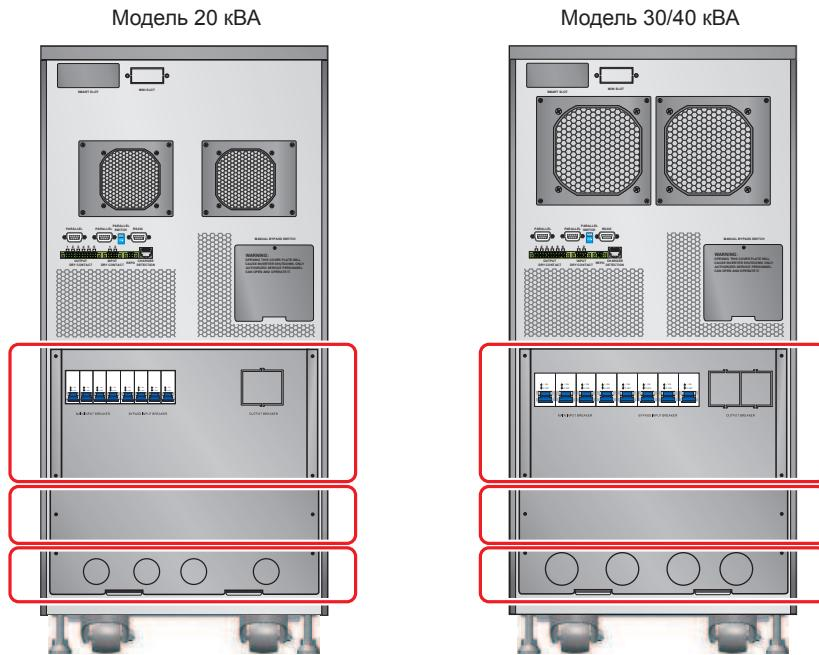
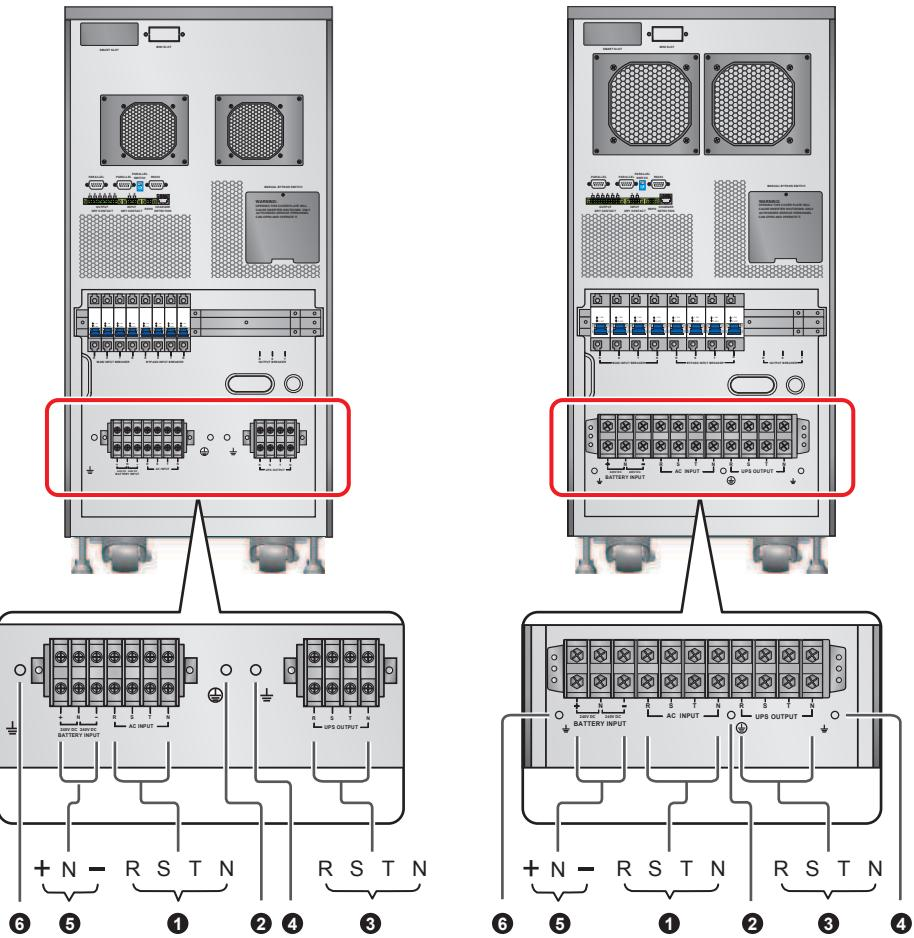

Рис. 6-5. Расположение панелей
Рис. 6-8. Блок зажимов
- 1 Снимите крышки, показанные на *рис. 6-5*, для доступа к блоку зажимов (см. *рис. 6-8*).
- 2** Убедитесь, что вы разобрались с подключениями к блоку зажимов, показанными на рис. 6-8.